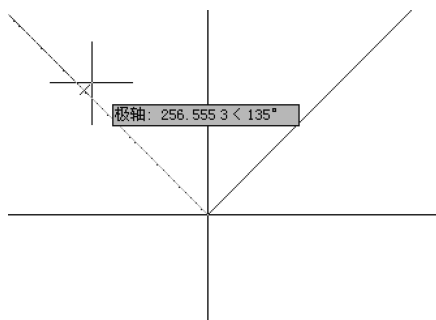

图 3-10 绘制另一条射线
8) 使用同样的方法, 绘制另一条射线, 如图 3-10 所示。